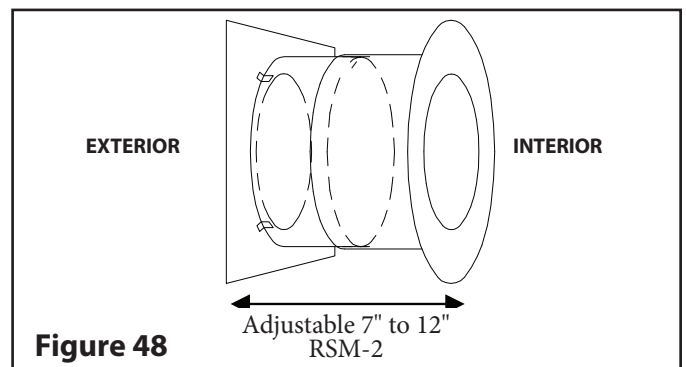

Figure 48
Étape 2 : Mur de bois: de l'extérieur, insérez le coupe-feu radiant mural (RSM-2) dans l'ouverture. Ce coupe-feu est ajustable de 7" à 12". (voir **Figure 48**). Assurez-vous que le coussin isolant est découpé à la longueur souhaitée en fonction de l'épaisseur du mur. Placez la moitié intérieure du manchon mural à l'intérieur de la moitié extérieure du manchon mural. Pour un mur nécessitant plus de 12", une extension de protection peut être fabriquée sur site en tôle galvanisée d'au moins 26 jauges.